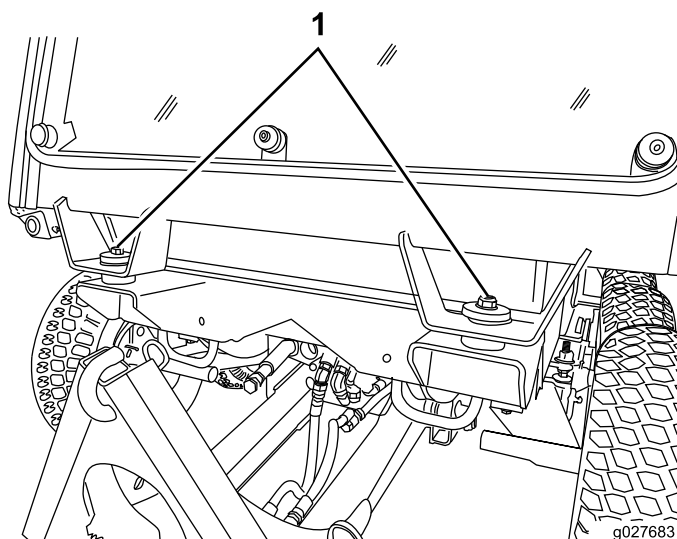
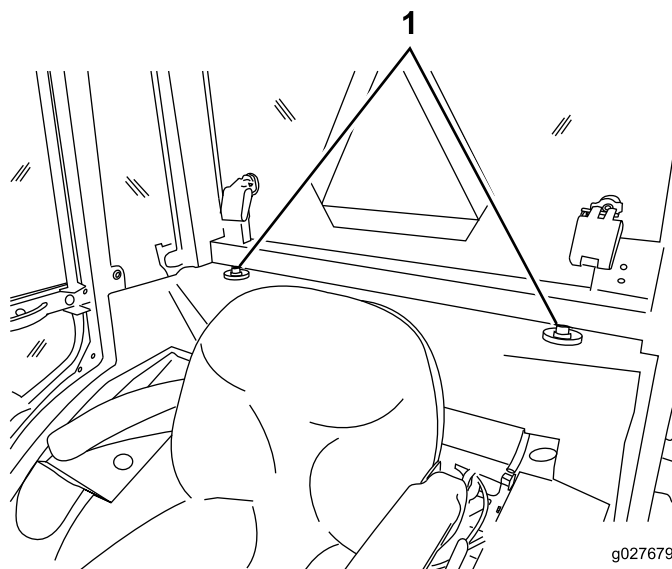

Figura 63
Figura 64
5. Localize os pontos de montagem frontais e traseiros na cabina (Figura 63 e Figura 64).